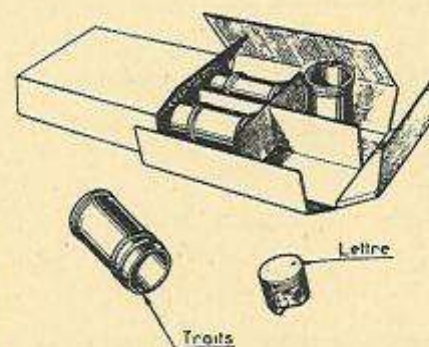

Fig. 119.
• Mettre en place les chemises **neuves**, suivant l'ordre indiqué (les repères traits (fig. 119) du côté de l'arbre à cames).